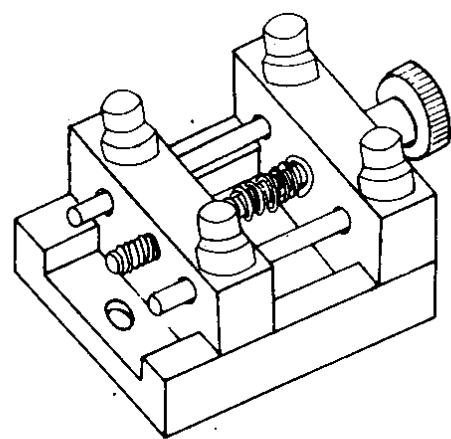

图 2—5 金属开表坐垫
3. 指钳。一般应有二把指钳（不包括修闹钟），一把较硬，一把较软尖，见图 2—7。较硬的用来拆卸零部件，较软尖的在装配时使用。指钳的专用对手表的装配质量非常重要，一把指钳作多种用途易损坏零部件。如果工具使用得当，可以提高工效和质量。